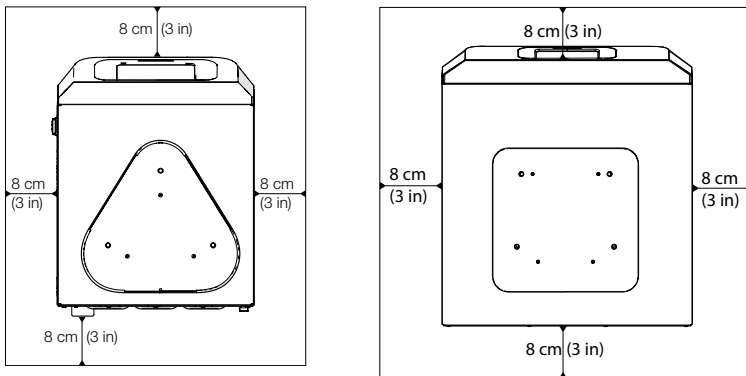

Abbildung 12: von offenen Schüttlern mit einem Sicherheitsabstand von 8 cm (3 in)
- Die inkubierten Schüttler Solaris 6000 I benötigen auf allen vier Seiten des Gehäuses einen Freiraum von 8 cm (3 Zoll), wie auf der linken Seite von Abbildung 12 dargestellt.
- Die gekühlten Schüttler Solaris 6000 R können mit einem Abstand von 8 cm (3 Zoll) an allen vier Seiten des Gehäuses betrieben werden, wenn über dem Schüttler ein Freiraum vorhanden ist, wie auf der linken Seite der Abbildung 12 dargestellt.
- Wenn der Freiraum über dem gekühlten Schüttler Solaris 6000 R verbaut ist, muss der Abstand um das Gehäuse auf allen vier Seiten auf 30 cm (12 Zoll) vergrößert werden, wie auf der rechten Seite von Abbildung 12 dargestellt.